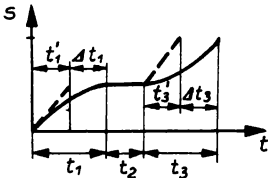

Bild 100
2.44 Die Gesamtverspätung Δt setzt sich zusammen aus Verspätung Δt_1 (beim Bremsen), Haltezeit t_2 und Verspätung Δt_3 (beim Anfahren) (Bild 100). Bezeichnen wir mit t'_1 und t'_3 die Fahrzeiten auf den Beschleunigungsstrecken für den Fall, daß der Zug nicht anhält, dann ist